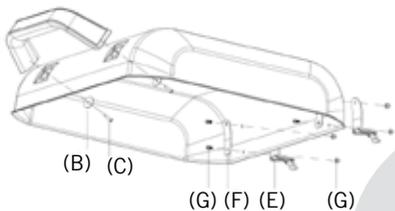

Abb. 10
12. Entfernen Sie die beiden Schrauben ST 4 x 14 (C) und die Unterlegscheiben (B) vom Griff (Abb. 10). Stecken Sie jeweils eine Unterlegscheibe auf die Schraube, setzen Sie diese in die Bohrlöcher und schrauben Sie den Griff fest. Verwenden Sie anschließend zwei Schrauben M 4 x 8 (G) und schieben Sie diese durch die Scharnier-Montageplatten (F) und anschließend durch die Löcher an der Rückseite des Wind- und Spritzschutzes. Halten Sie die Montageplatte an der Wind- und Spritzschuttlinnenseite fest. Führen Sie die Schrauben durch die jeweilige Öffnung des Scharniers (E) wie in Abb. 10 gezeigt. Sichern Sie die Schrauben mit den zugehörigen Muttern.